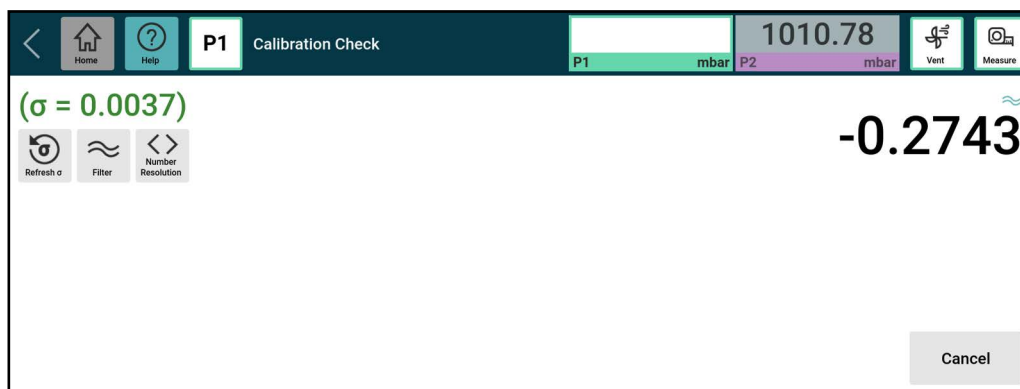

Figure A-9 : Écran de contrôle d'étalonnage
- **Contrôle** d'étalonnage - ouvre l'écran de vérification d'étalonnage. Voir Figure A-9.
Figure A-9 Affiche l'écran **de contrôle** d'étalonnage que vous utilisez pour vérifier (pas calibrer) un capteur. Pour trouver cet écran, sélectionnez l'icône **Paramètres**, puis **Calibration** et entrez le code PIN de calibration, puis sélectionnez **Correction** du capteur et sélectionnez le capteur à calibrer. Enfin, sélectionnez **Contrôle** d'étalonnage.